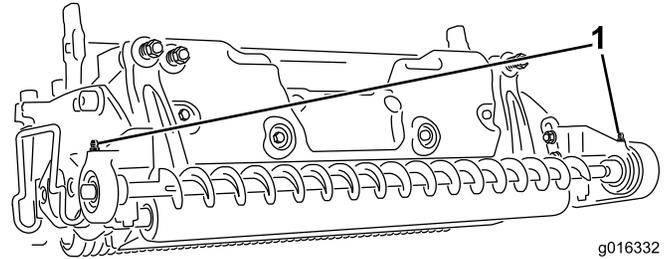

Рисунок 23
15. Закачайте в масленки на корпусе подшипника литиевую консистентную смазку № 2; см. Рисунок 23.